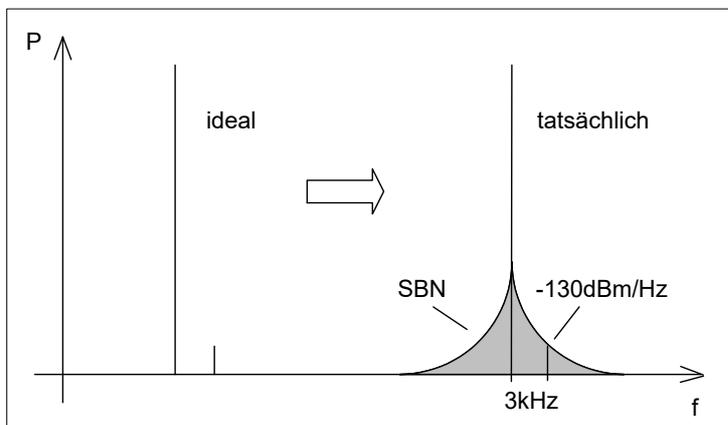

**Bild 11: Ermittlung der produzierten Intermodulation des IC-7300-Senders mit Rauschen**
Rauschen messen. Alles was man dafür benötigt, ist ein NF-Rauschgenerator (0....10kHz) und ein Spektrum Analysator. Das Problem bei einer 2-Ton Messung ist, das keiner weiß was sich zwischen den Tönen befindet. Verwendet man anstelle des 2-Ton Signals ein weisses Rauschsignal ist es so, als würde man tausende Sinussignale verwenden und im Ergebnis entstehen dadurch keine Frequenzlücken mehr. Als NF-Rauschgenerator verwende ich den Arbitrary Waveform Generator STG6022X oder als einfache Lösung den VELLMANN Bausatz P4301 (3). Da dessen Ausgangsspannung 500mV beträgt, muss sie zunächst über ein Poti (Bild 10) auf ca. 20mV reduziert werden, so dass der MIC-Eingang des IC-7300 nicht übersteuert wird. Das Ergebnis der Rauschmessung zeigt Bild 11.